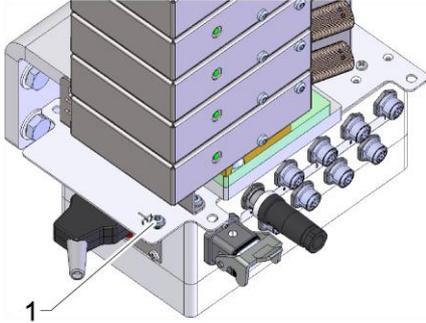

Abb. 20: Funktionserde
(Anschlusspunkt für Funktionserde siehe (1) Abb. 20)